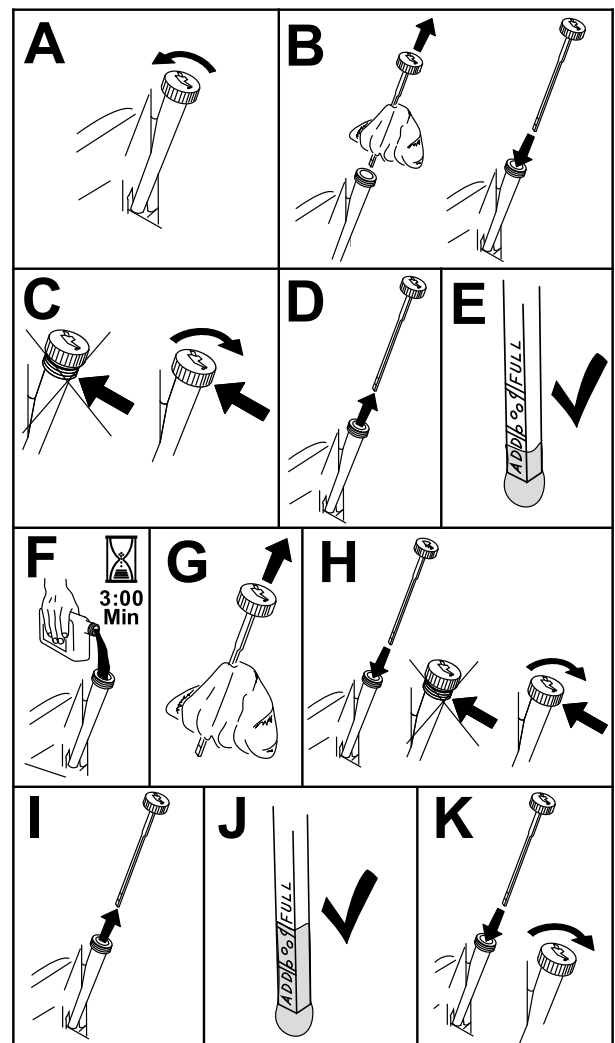

Figura 40
3. Pentru a ine murdăria, iarba tăiată etc. departe de motor, curăați zona din jurul rezervorului de ulei i al joiei înainte de a o scoate (Figura 40).